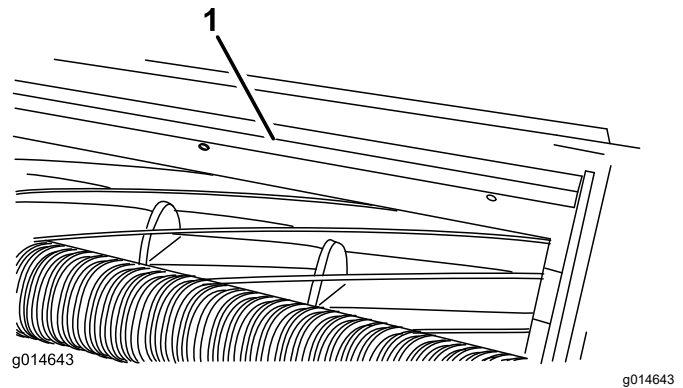

Bild 19
1. Lockern Sie die Schrauben, mit denen die obere Leiste an der Schneideinheit befestigt ist (Bild 19).